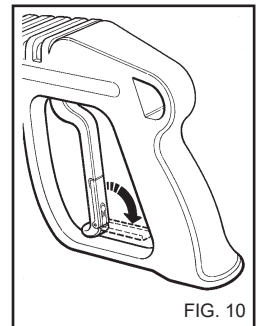

FIG. 10
- Quando l'idropulitrice non viene utilizzata chiudere il dispositivo di sicurezza dell'impugnatura.(fig.10).